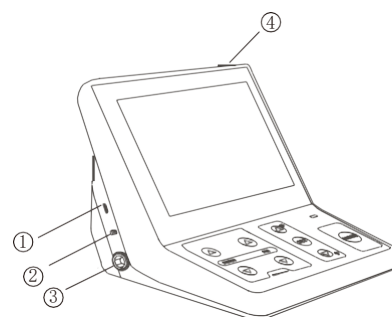

Fig. 1
Alinee la  hacia el enchufe del cable con la muesca del zócalo de la pieza de mano del motor ① (Fig. 1) en el lado izquierdo del dispositivo e inserte el enchufe hasta que encaje.
- Mantenga presionado el botón POWER (Fig. 1) durante unos segundos. Luego, la pantalla mostrará el último modo antes de apagar el dispositivo.